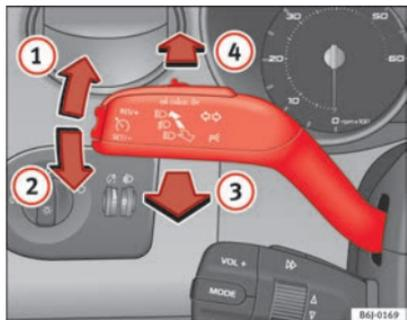

Fig. 59 Leva degli indicatori di direzione e degli abbaglianti
- Spingere la leva verso l'alto (fino al riscontro) ⇒ fig. 59 ① se si vuole mettere la freccia **a destra**; verso il basso ② invece, per mettere la freccia **a sinistra**.
- Per accendere gli abbaglianti si deve spingere in avanti la leva ⇒ fig. 59 ④.